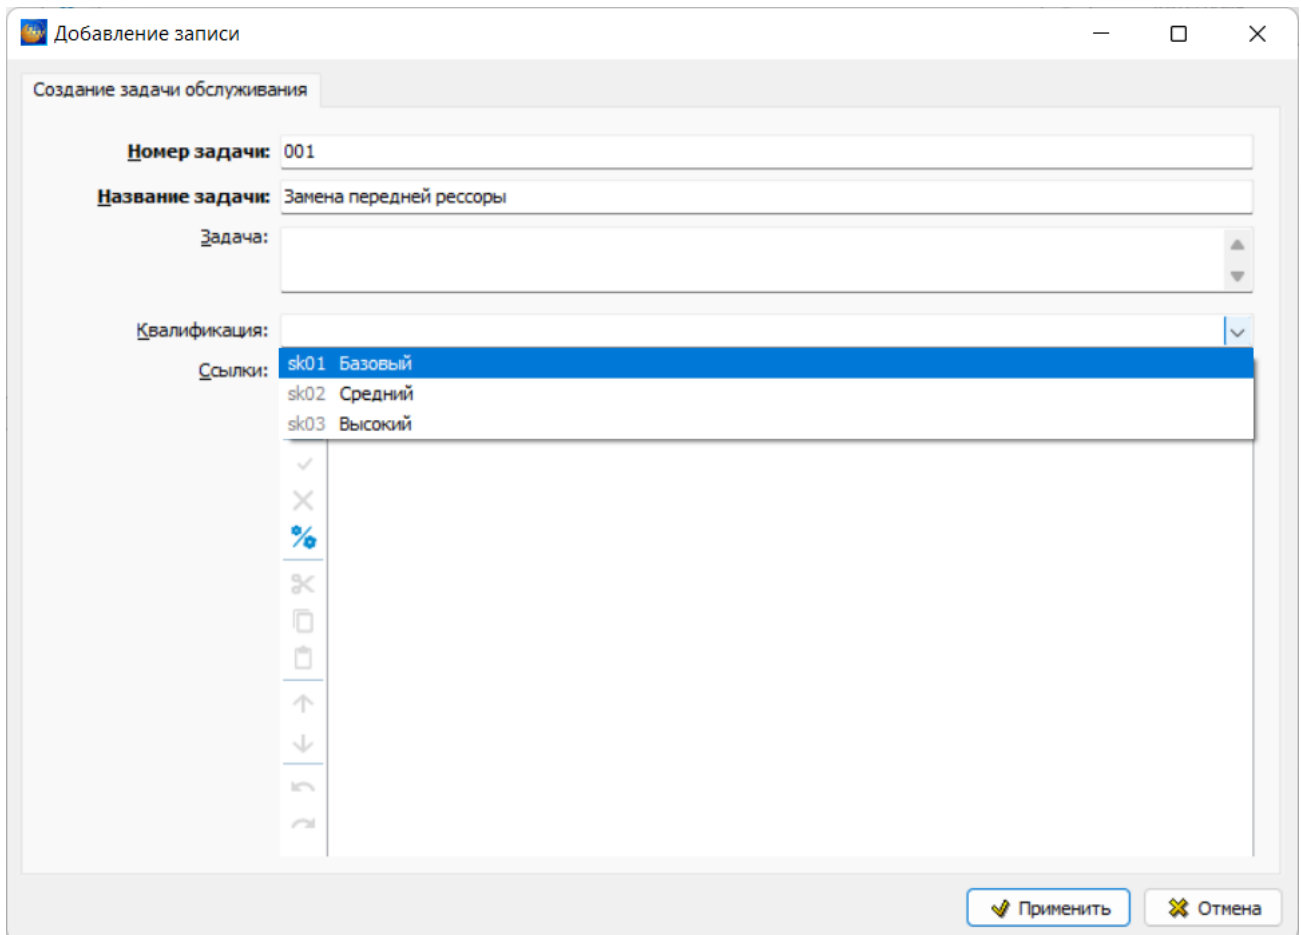

Рисунок 810
5) В поле **Квалификация** из выпадающего списка, в котором находится информация из справочника уровней квалификации, выберите уровень квалификации персонала (рисунок 810). Возможен контекстный поиск по идентификатору элемента справочника с клавиатуры.